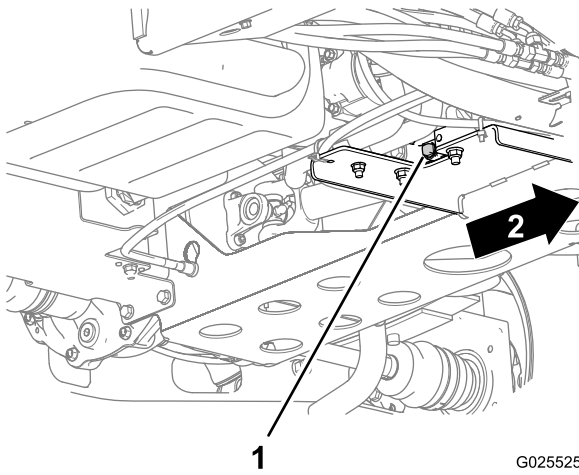

Figura 54
3. Retire o tampão de escoamento e deixe o óleo escorrer para um recipiente adequado (Figura 54).